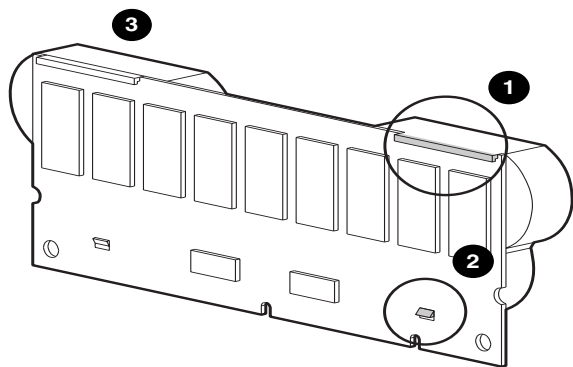

図 8: バッテリーの取り付け
8. バッテリーの上部フック ① と下部クリップ ② が、しっかりとモジュールに取り付けられていることを確認します。図 8 を参照。